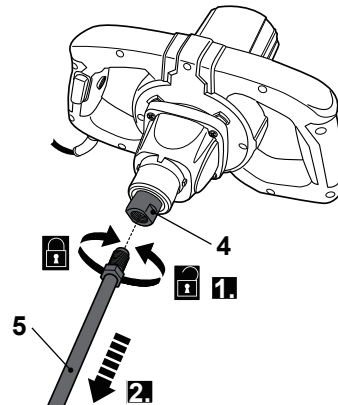

Fig. 6
>Soltar la tuerca soldada en sentido contrario a las agujas del reloj (Fig. 6, paso 1) y retirar la varilla (5) de la toma (4) (Fig. 6, paso 2)